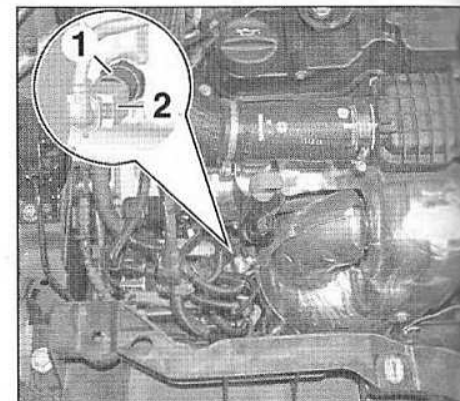

FIG.20
- Débrancher le connecteur (1) (Fig.20).
- Déposer le manocontact de pression d'huile (2).